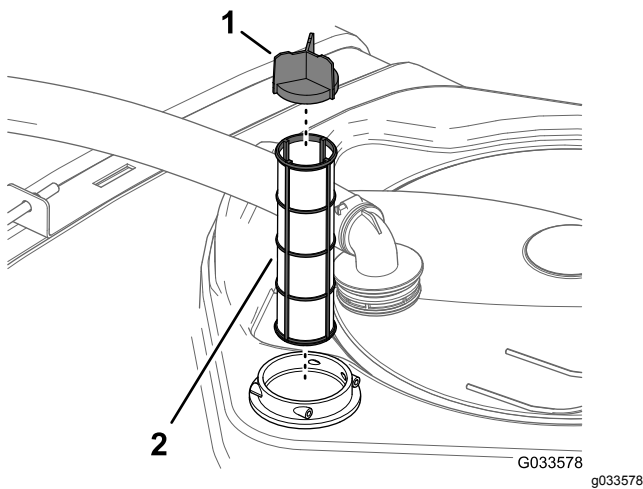

Figure 14
4. Sortez la crépine d'aspiration du logement du filtre dans le réservoir (Figure 14).